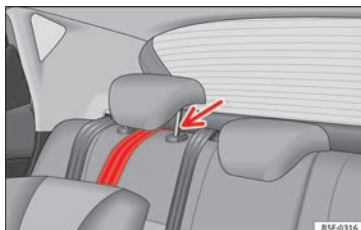

Fig. 34 Fastgørelsesrem: korrekt indstilling og korrekt montering
- Læg fastgørelsesremmen ind under bagsædets hovedstøtte »» Fig. 34 (i den forbindelse skal hovedstøtten eventuelt skubbes opad).